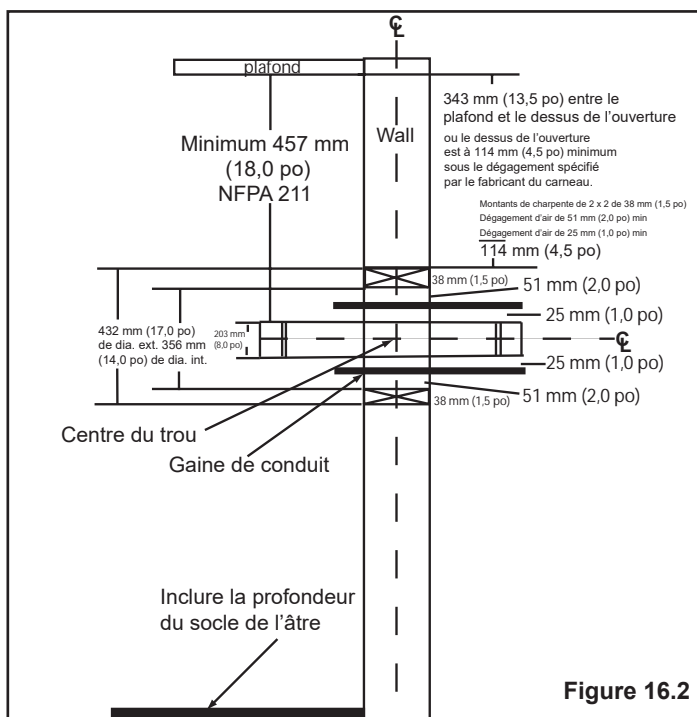

Figure 16.2
- L'ouverture en haut du mur doit être à au moins 343 mm (13-1/2 po) du plafond ou à 114 mm (4-1/2 po) au-dessus du dégagement minimum spécifié par le fabricant du carneau. Le dégagement vertical minimum selon NFPA 211 est de 457 mm (18 po) depuis le carneau et le plafond ou égal à la valeur minimale recommandée par le fabricant du carneau. **Figure 16.2**
1. Pratiquez une ouverture dans le mur intérieur à la hauteur prévue pour l'entrée du carneau dans la cheminée en maçonnerie. **Figure 16.2**
3. Construisez un cadre de 432 x 432 mm (17 x 17 po) (dimensions extérieures) pour l'ouverture du mur en utilisant du bois de charpente de 51 x 51 mm (2 x 2 po). L'intérieur de ce cadre doit avoir une ouverture de 356 x 356 mm (14 x 14 po) minimum. **Figure 16.2**